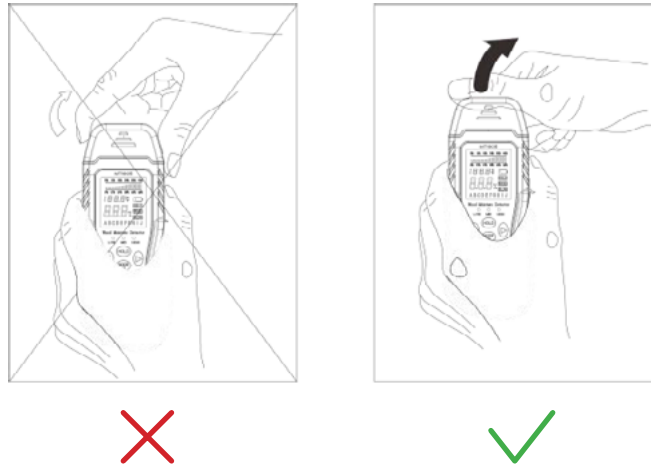

Abbildung 1
- Entfernen Sie die Schutzkappe wie unten gezeigt (Abb. 1).
- Retire la tapa protectora como se muestra a continuación (Fig. 1).